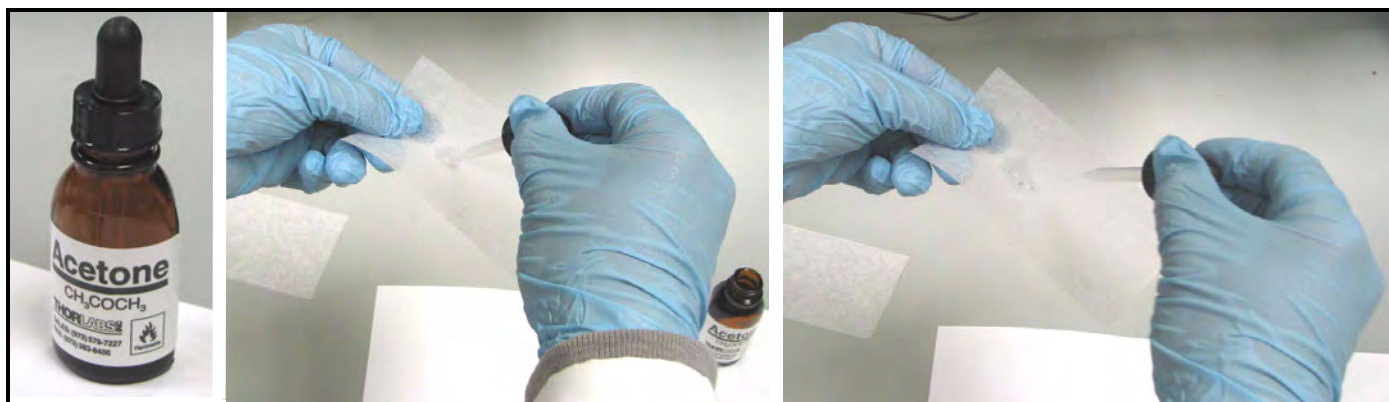

Figura 77: Uso de la acetona de grado analítico
7. Con una porción muy pequeña de acetona de grado analítico, humedezca una sección pequeña de papel para limpiar lentes. (Apenas debe humedecer el papel para limpiar lentes. Generalmente, una gota de acetona es suficiente.) Incline el papel de limpieza de manera que la gota de acetona sea absorbida y se extienda por todo el papel (vea la Figura 77).